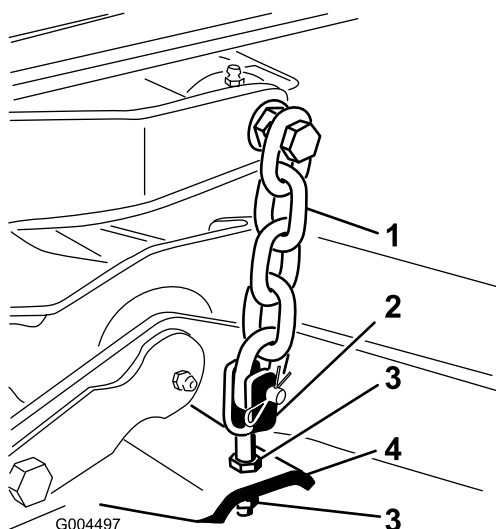

Figura 75
7. Ajuste las contratuercas que fijan las horquillas/cadenas de la parte trasera de la carcasa para elevar la parte trasera, hasta que la inclinación de las cuchillas sea de 8 mm (Figura 75).